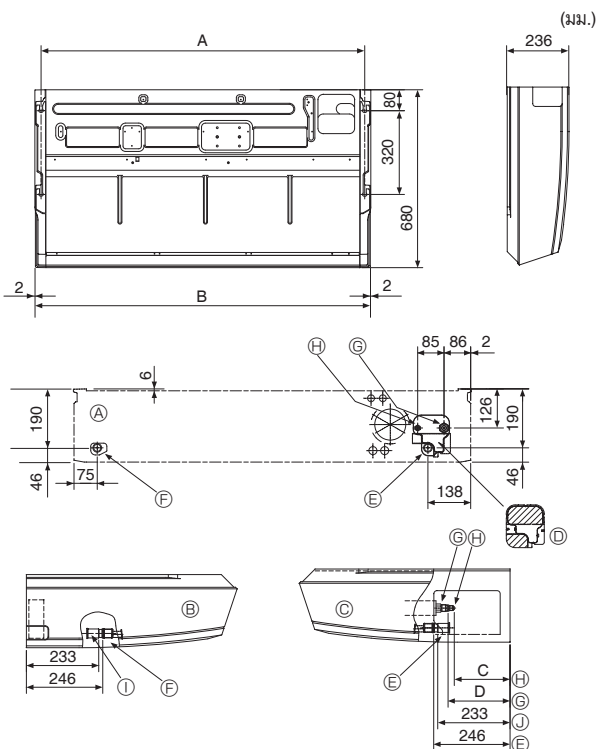

Fig. 3-2
②	ฝาครอบท่อ	1 อัน ขนาดใหญ่ (ใช้สำหรับท่อก๊าซ)
③	ฝาครอบท่อ	1 อัน ขนาดเล็ก (ใช้สำหรับท่อของเหลว)
④	ยางรัด	4 อัน
⑤	ตัวเชื่อมข้อต่อ	1 อัน โดยมีคำว่า "UNIT" ติดอยู่
⑥	ฝาครอบข้อต่อ	1 อัน
⑦	ปลอกหุ้มท่อน้ำทิ้ง	1 อัน
⑧	รีโมทคอนโทรลแบบไร้สาย	1 อัน
⑨	ที่วางรีโมทคอนโทรล	1 อัน
⑩	ถ่านแบตเตอรี่อัลคาไลน์ (ขนาด AAA)	2 อัน
⑪	สกรู 3.5 x 16	2 อัน
3.2. การเตรียมการติดตั้ง (Fig. 3-2)